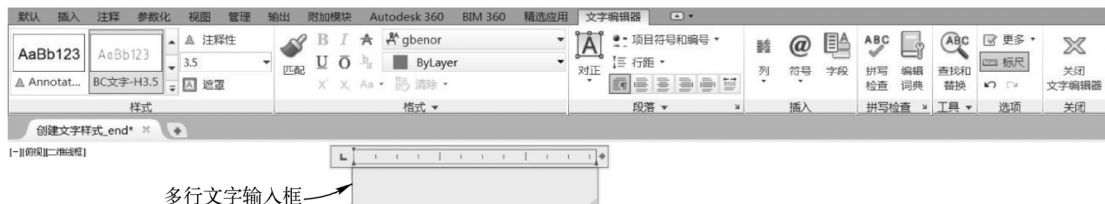

图 5-10 “文字编辑器”选项卡和多行文字输入框
2) 指定边框的两个对角点以定义多行文字对象的宽度。如果功能区处于活动状态，则 AutoCAD 会打开“文字编辑器”功能区上下文选项卡和一个多行文字输入框，如图 5-10 所示。如果功能区未处于活动状态，则显示在位文字编辑器。